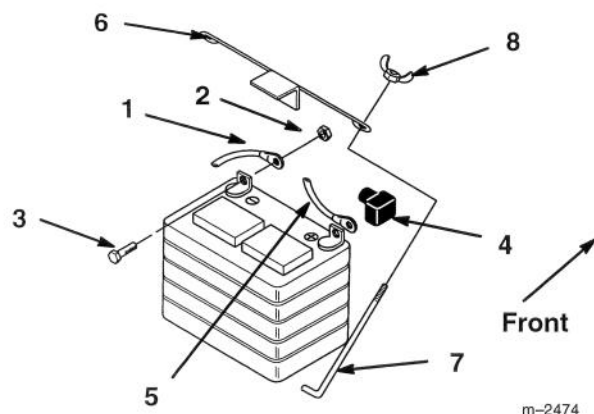

Abbildung 38
3. Das negative (schwarze) Massekabel von der Batterieklemme lösen (Abb. 38).
4. Die Gummiabdeckung am positiven (roten) Kabel hochheben. Das positive (rote) Kabel von der Batterieklemme lösen (Abb. 38).
5. Die Batteriehalterstangen entfernen (Abb. 38). Die Batterie von der Maschine herunterheben.
- Die Batterie in der Grundplatte anbringen (Abb. 38).
- Die Batterie mit Haltestangen, Unterlegscheiben und Flügelmutter in der Grundplatte befestigen (Abb. 38).
- Mit Schraube, Unterlegscheiben und Mutter das positive (rote) Kabel an der positiven (+) Batterieklemme anschließen (Abb. 38). Die Gummiabdeckung über die Batterieklemme schieben.
- Mit Schraube, Unterlegscheibe und Mutter das negative (schwarze) Kabel an der negativen (-) Batterieklemme anschließen (Abb. 38).